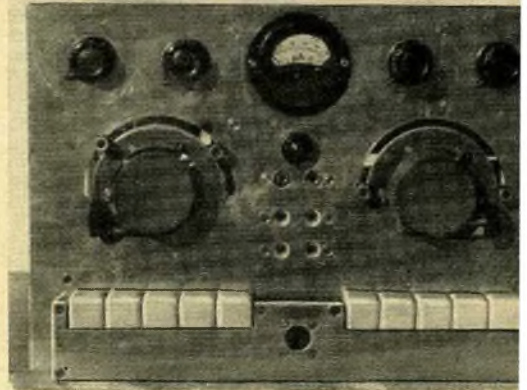
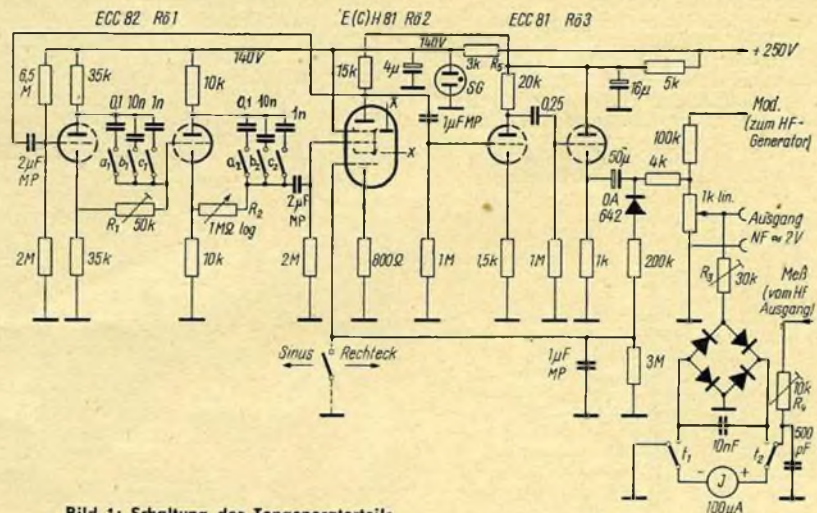

Bild 4
Bild 1: Schaltung des Tongeneratorteils
#### Werte zu Bild 1
Das im folgenden beschriebene Gerät gehört zu den Bausteinen des bereits im Heft 12/58 des „funkamateu“ abgebildeten Amateur-Meßplatzes. Es ist selbstverständlich wie auch die bisher beschriebenen Geräte dieses Meßplatzes (Röhrenvoltmeter in Nr. 1/59 und Tastkopf in 3/59) einzeln verwendbar. Das Gerät besteht aus zwei getrennten Baugruppen, die auch jede für sich einzeln aufgebaut werden können. Beim Mustergerät wurden aus praktischen Gründen (Platzfrage und weil ohnehin meist beide Geräte zugleich benutzt werden) der HF- und der NF-Generator zusammengefaßt und aus gemeinsamem Netzteil versorgt. Zunächst wird der NF-Generator behandelt, dessen Schaltung Bild 1 zeigt. Er ist in der rechten Hälfte des Mustergerätes (Frontansicht Bild 4) untergebracht. Der NF-Generator arbeitet in R-C-Schaltung nach einem abgewandelten Schaltungsvorschlag von K. F. Heine („Funktechnik“ Nr. 18/1956, vgl. dort auch die Berechnungsgrundlagen des Phasenschieberteil). Mit dieser Schaltung lassen sich extrem niedrige Frequenzen erzielen, wobei die Frequenzkonstanz auch über längeren Zeitraum wenig Sorgen bereitet. Besonders angenehm ist, daß das Durchstimmorgan des Generators nach einem normalen 1-MOhm-Regelwiderstand (R 2 in Bild 1) gebildet wird. Es sind hier also im Gegensatz zu den meisten NF-Generatorschaltungen keine Gleichlauforderungen vorhanden. Der Generator umfaßt lückenlos den Frequenzbereich von 10 Hz – 30 000 Hz.
1. Mit Hilfe eines Drehkos kleiner Kapazität, der parallel zum Hauptkondensator geschaltet wird. 2. mit Hilfe der Verkürzung des Drehkos. Die zweite Methode wird am häufigsten angewandt, da sich hierbei die Einsparung der zusätzlichen, variablen Kondensatoren ergibt und außerdem ein nahezu beliebiger Grad der Spreizung erreichen läßt. In den meisten Fällen wird die Spreizung mit Hilfe einer Schaltung nach Bild 1 vorgenommen. Die Berechnung der erforderlichen Elemente der Schaltung wird folgendermaßen vorgenommen: